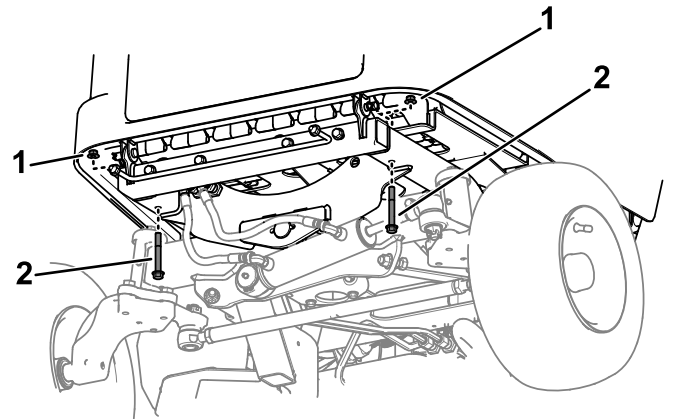

Figure 11
- Retirez et conservez les 2 boulons ($\frac{3}{8}$ " x $2\frac{3}{4}$ ") et les 2 écrous ($\frac{3}{8}$ ") qui fixent le support de batteries arrière au cadre (Figure 11).